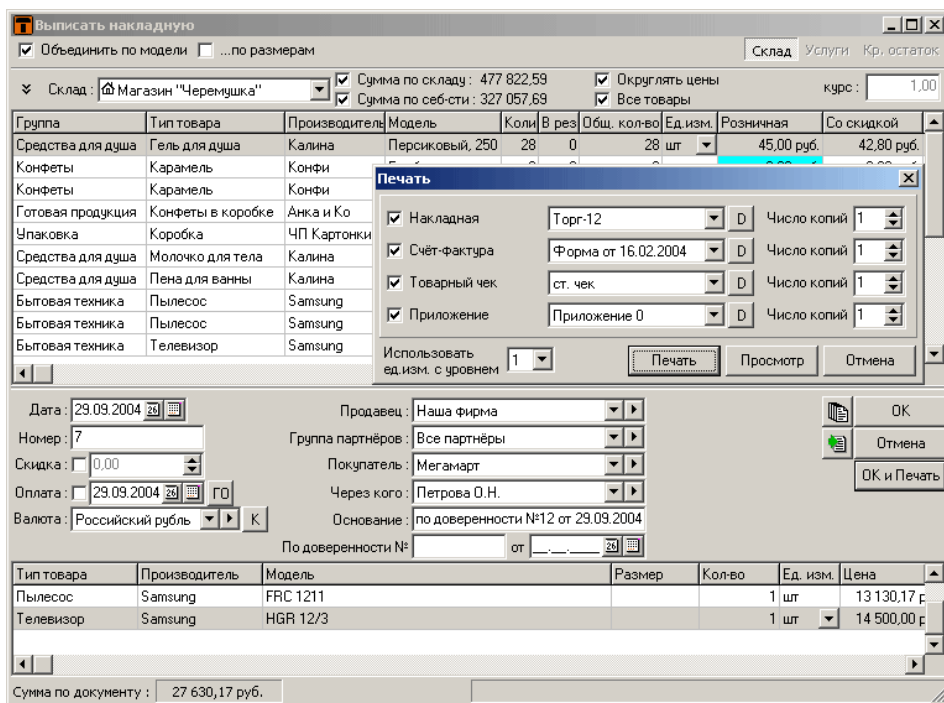

Рис. 93. Выбор документов для печати
3. Просмотреть и/или распечатать созданные документы: накладную (стандартную, Торг-12), счет-фактуру, товарный чек, приложение с данными по сертификации или паспорт на товар. Для этого в открывшемся окне «Печать» отметьте галочками документы для печати, выберите в списках нужные виды документов и задайте количество копий для каждого вида документов (рис. 93). Если ваше предприятие работает без НДС, достаточно выбрать вид документа с пометкой «без НДС» в названии.